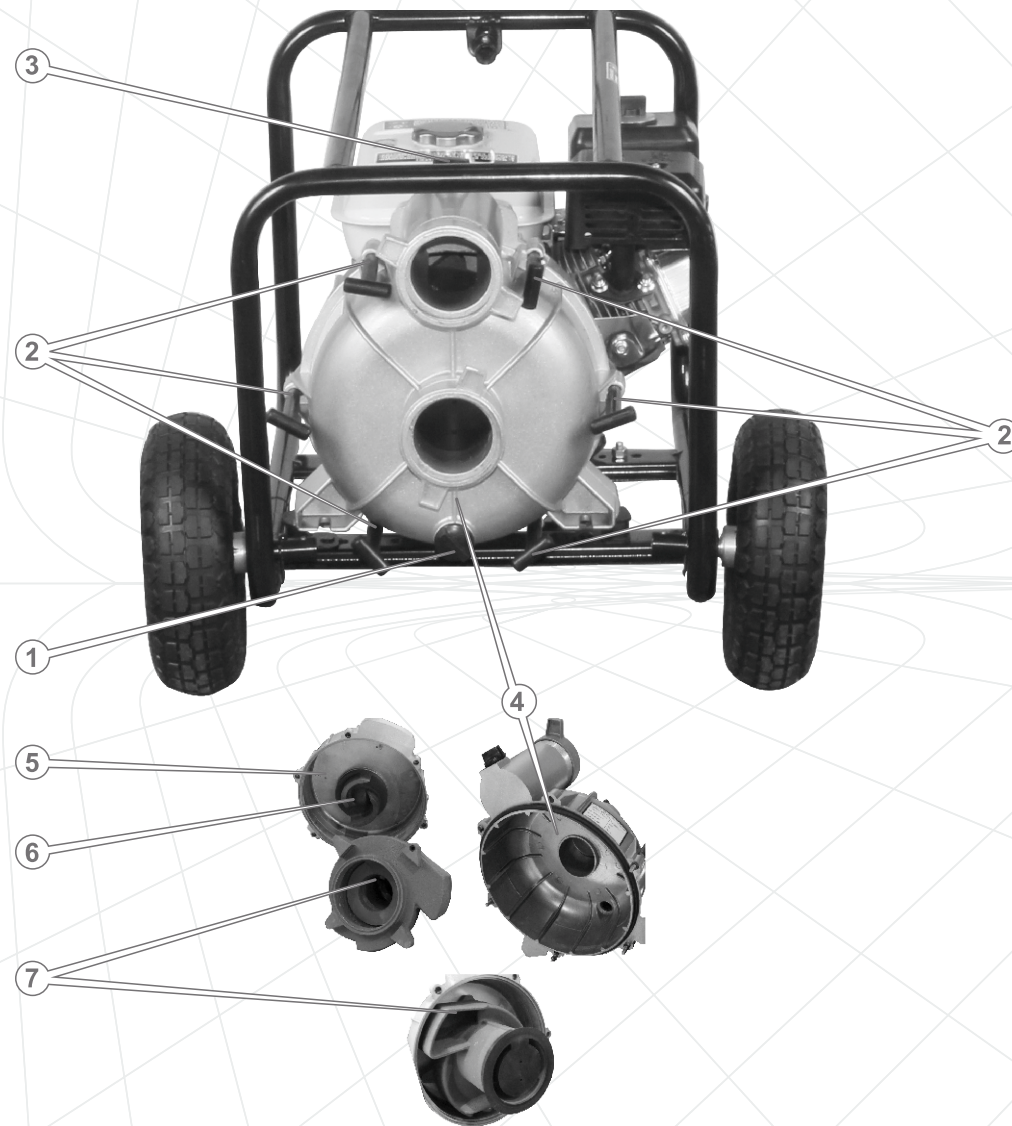

Рисунок 14
5. Открутите от руки быстросъемные шпильки (2) (см. рисунок 14) крепления передней крышки насоса (4) (см. рисунок 14) и извлеките крышку (данный пункт процедуры только для модели ЛБМ-80ГКР).
6. Очистите от грязи и посторонних предметов переднюю крышку насоса (4), заднюю крышку насоса (5), крыльчатку (6) и улитку (7) (см. рисунки 12-14).